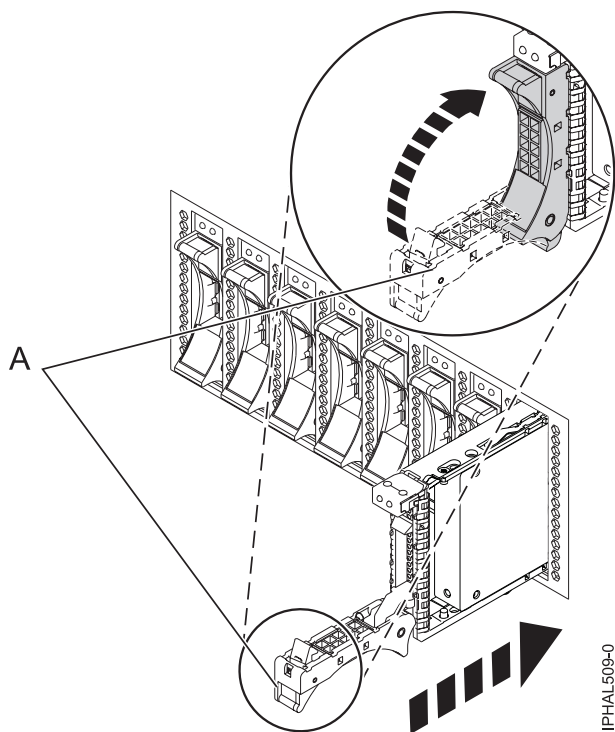

Figure 10. Installation de l'unité de disque dans l'unité centrale
5. Faites glisser complètement l'unité dans l'unité centrale ou l'unité d'extension, et poussez la poignée de l'unité (**A**) jusqu'à ce qu'elle s'enclenche. Voir la figure 10, à la page 20 illustrant l'installation d'une unité dans le système.